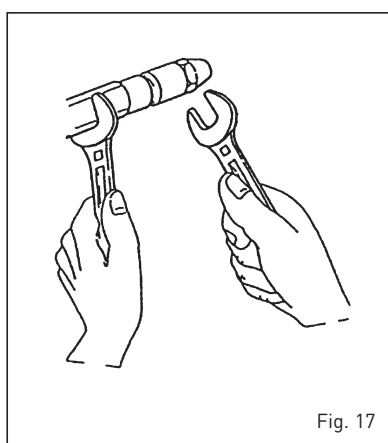

Fig. 17
4.7.3 Sustitución del inyector (fig. 17)
- Bloquear el porta inyectores utilizando una llave n° 19 y destornillar el inyector con una llave n° 16 (fig. 17).